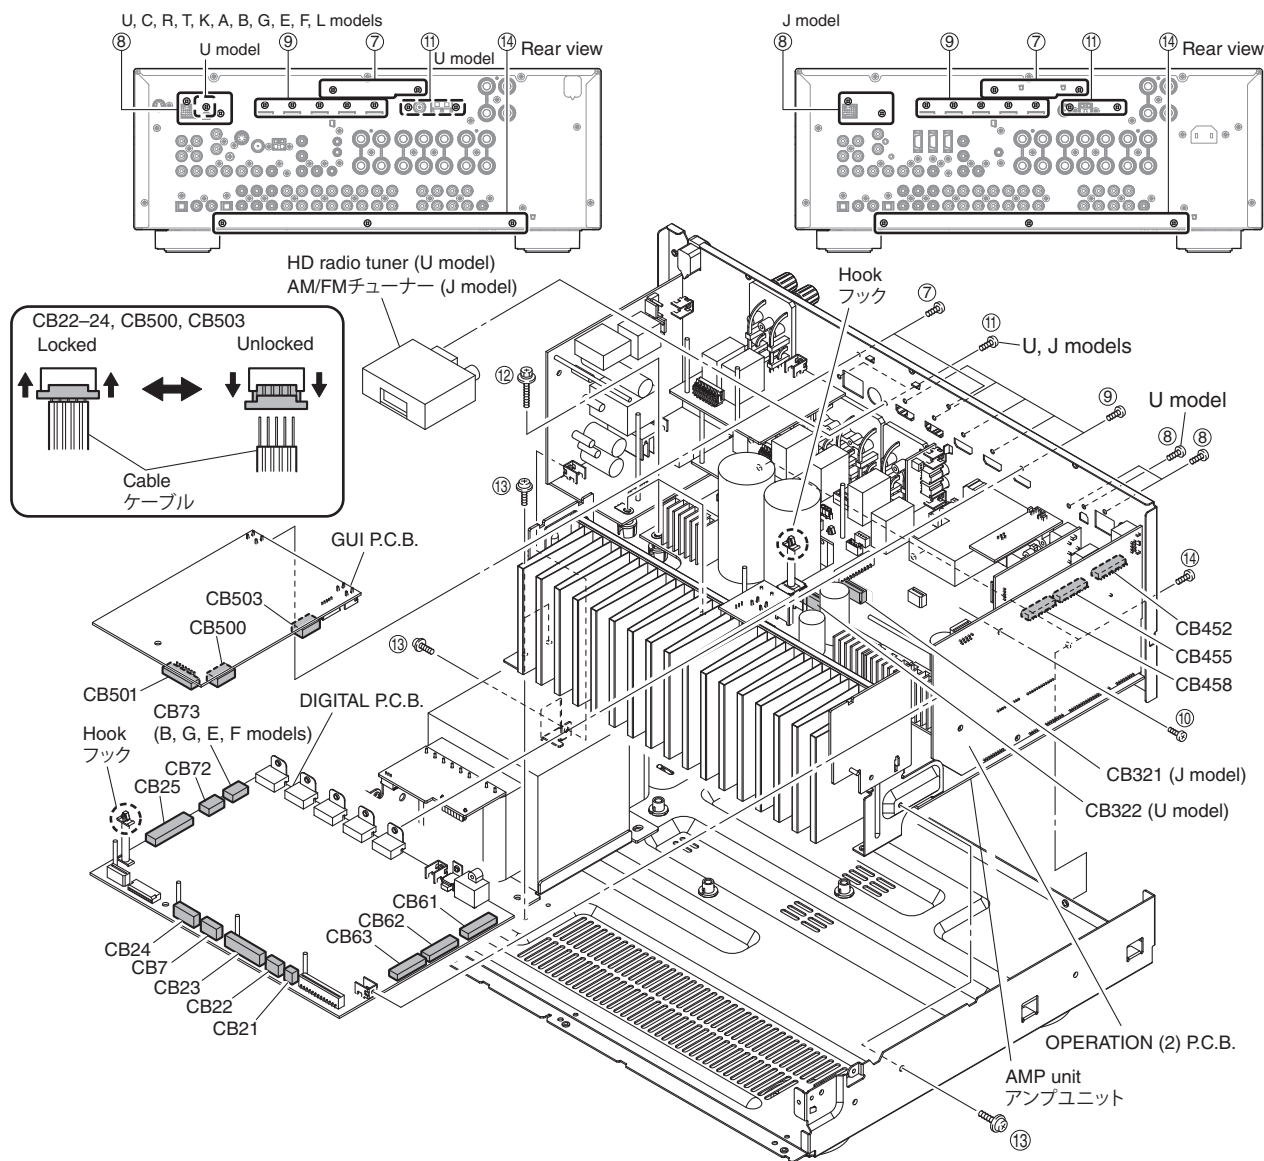

Fig. 2
- Remove 2 screws (7). (Fig. 2)
- Remove CB501. (Fig. 2)
- Unlock and remove CB500, CB503. (Fig. 2)
- Release hook, and remove the GUI P.C.B.. (Fig. 2)
- Remove 3 screws (U model) / 2 screws (C, R, T, K, A, B, G, E, F, L models) (8) and 5 screws (9). (Fig. 2)
- Remove screw (10). (Fig. 2)
- Remove 2 screws (U model) (11). (Fig. 2)
- Remove CB322 (U model). (Fig. 2)
- Remove the HD radio tuner (U model). (Fig. 2)
- Remove CB7, CB21, CB25, CB72 and CB73 (B, G, E, F models). (Fig. 2)
- Unlock and remove CB22~24. (Fig. 2)
- Release hook. (Fig. 2)
- Remove the DIGITAL P.C.B. which is connected directly to the OPERATION (2) P.C.B. with board-to-board connectors. (Fig. 2)
- Remove 3 screws (12) and 4 screws (13). (Fig. 2)
- Remove 3 screws (14). (Fig. 2)
- Remove the amp unit. (Fig. 2)
- ⑦のネジ2本を外します。(Fig. 2)
- CB501を外します。(Fig. 2)
- ロックを外し、CB500、CB503を外します。(Fig. 2)
- フック1箇所を外し、GUI P.C.B.を取り外します。(Fig. 2)
- ⑧のネジ2本、⑨のネジ5本を外します。(Fig. 2)
- ⑩のネジ1本を外します。(Fig. 2)
- ⑪のネジ2本を外します。(Fig. 2)
- CB321を外します。(Fig. 2)
- AM/FMチューナーを取り外します。(Fig. 2)
- CB7、CB21、CB25、CB72を外します。(Fig. 2)
- ロックを外し、CB22～24を外します。(Fig. 2)
- フック1箇所を外します。(Fig. 2)
- DIGITAL P.C.B.を取り外します。ただし、DIGITAL P.C.B.はOPERATION (2) P.C.B.に基板対基板コネクタで直接接続されています。(Fig. 2)
- ⑫のネジ3本、⑬のネジ4本を外します。(Fig. 2)